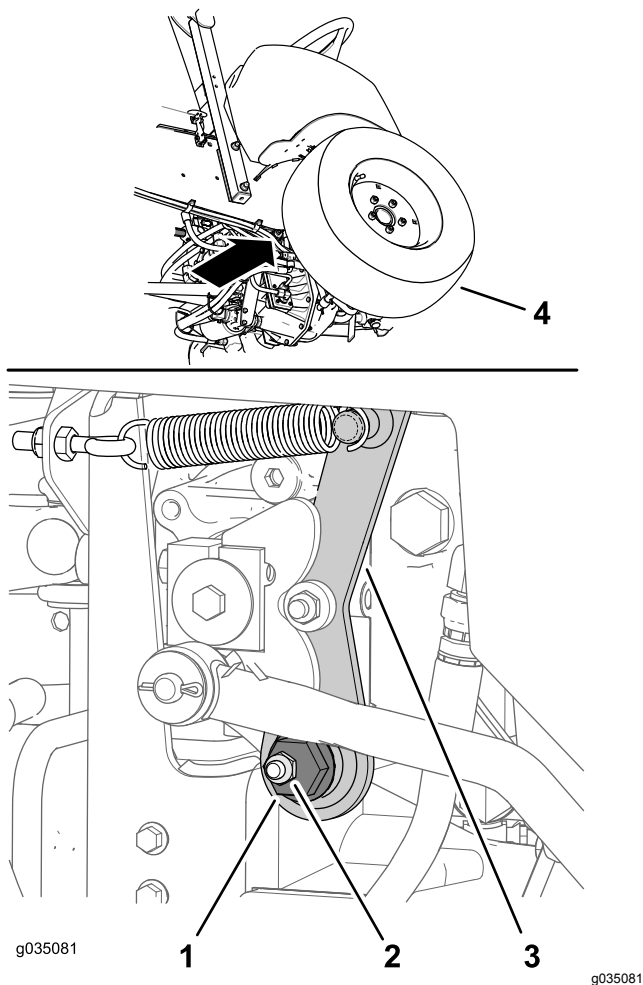

Bild 67
1. Die Exzeterschraube befindet sich an der rechten Seite der Hydraulikpumpe unterhalb der Steuerkonsole (Bild 67).
2. Lösen Sie die Befestigungsmutter bis Sie die Exzentrerschraube bewegen können (Bild 67).
4. Drehen Sie die Exzentrerschraube gegen den Uhrzeigersinn, bis das Vorderrad beginnt sich vorwärts zu drehen, drehen Sie die Exzentrerschraube dann nach hinten, bis sich das Vorderrad rückwärts dreht (Bild 67).